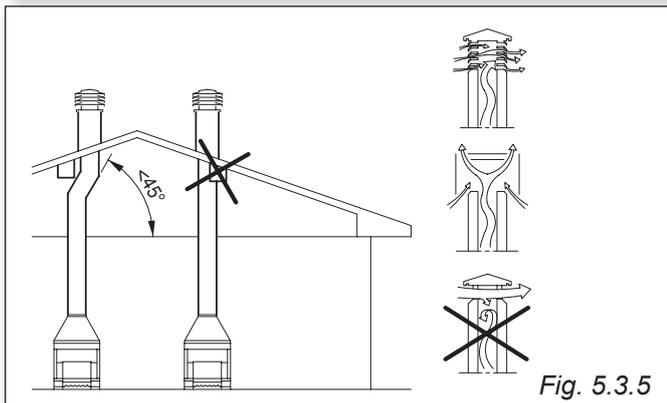

Fig. 5.3.5
- Il **COMIGNOLO** deve essere del tipo **ANTIVENTO** con sezione interna equivalente a quella della canna fumaria e sezione di passaggio dei fumi in uscita almeno **DOPPIA** di quella interna della canna fumaria (Fig. 5.3.5).